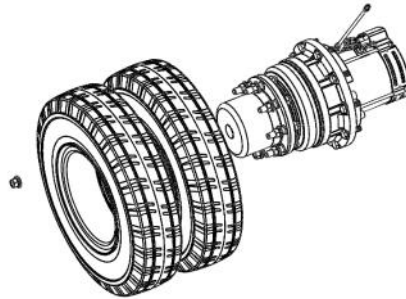

Figura 3.2.4 Diagrama para desmontagem do conjunto da roda dianteira
(1) Antes de desmontar o sistema de acionamento duplo da empilhadeira, remova primeiro o conjunto da roda dianteira. Antes de remover o conjunto, remova as 8 porcas e a roda motriz. (ver figura 3.2.4).